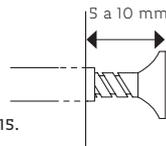

Figura 15.
5. Los tornillos de soporte deben tener una separación de 5 a 10 mm entre la cabeza y la pared de la instalación (ver Figura 15).